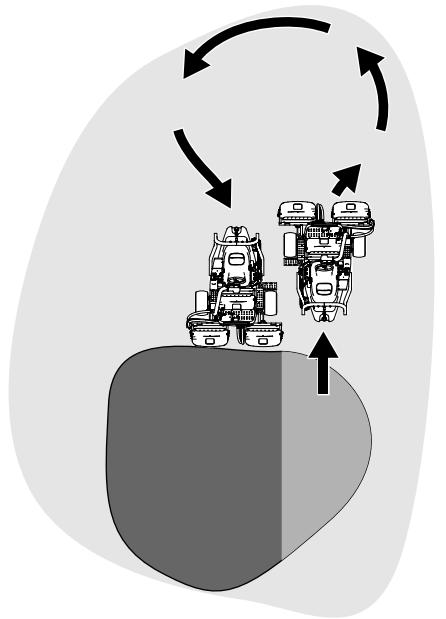

Figure 32
- Pour réduire le temps de travail et faciliter l'alignement pour la passe suivante, tournez momentanément la machine dans la direction opposée, puis tournez-la vers la partie à tondre. Exécutez un demi-tour en « goutte d'eau » (Figure 32) pour aligner rapidement la machine pour la passe suivante.